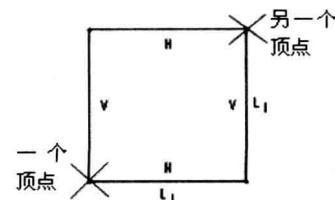

图 2-4 矩形
- (1) 点击“草绘器”工具栏中的【矩形】按钮“”。
- (2) 在草绘窗口中单击鼠标左键来放置矩形的一个顶点，然后将该矩形拖至所需大小。
- (3) 单击鼠标左键来放置另一个顶点。
- (4) 按鼠标中键结束命令，矩形如图 2-4 所示。